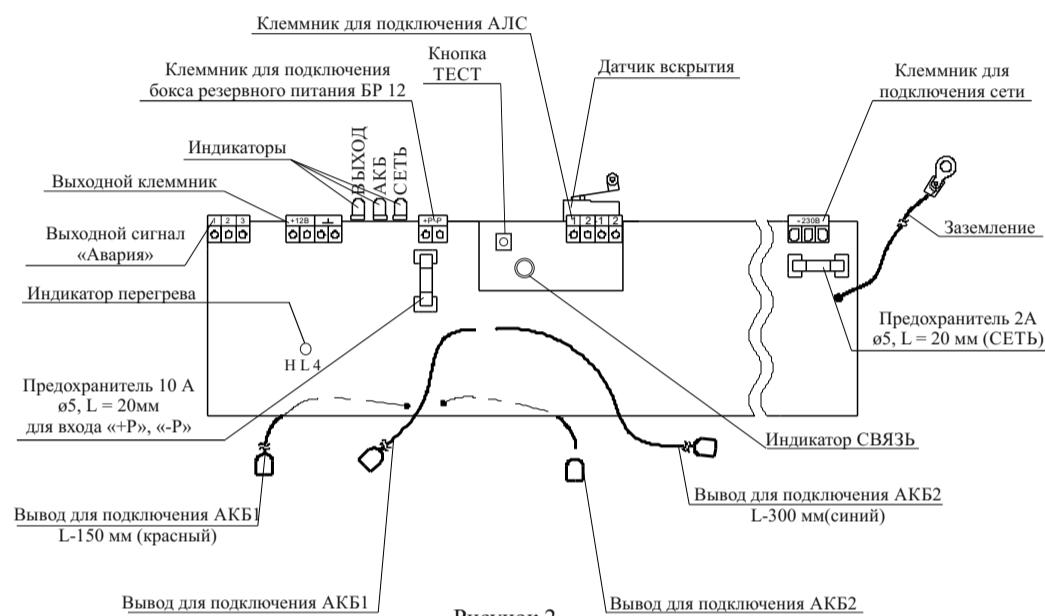

Рисунок 2
6.3 Подключение источника (см. рисунок 2) производить в следующей последовательности:
Если используется только одна АКБ, рекомендуется подключать её к коротким выводам АКБ 1 (L-150 mm) в соответствии с цветовой маркировкой (см. рисунок 2) и выбрать её в настройках при конфигурировании системы.